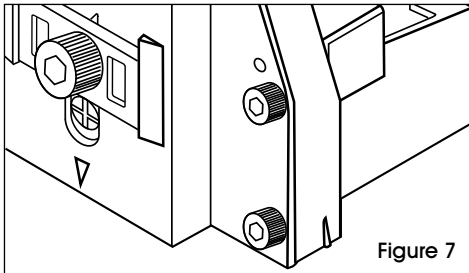

Figure 7
**Agrafage** : Saisissez la poignée à une main. Positionnez l'agrafeuse à l'emplacement voulu sur la boîte en ligne. Il y'a une petite saillie de chaque côté du cadre pour aider à localiser la position de l'agrafe). Appuyez sur la détente. La fermeture la plus solide exige que les agrafes en bordure soient installées près des rebords de la boîte. Vérifiez les exigences d'emballage. Testez la fermeture des agrafes sur un échantillon du carton à utiliser. Réglez la pénétration et le niveau de serrage de la fermeture. (Voir Figure 7